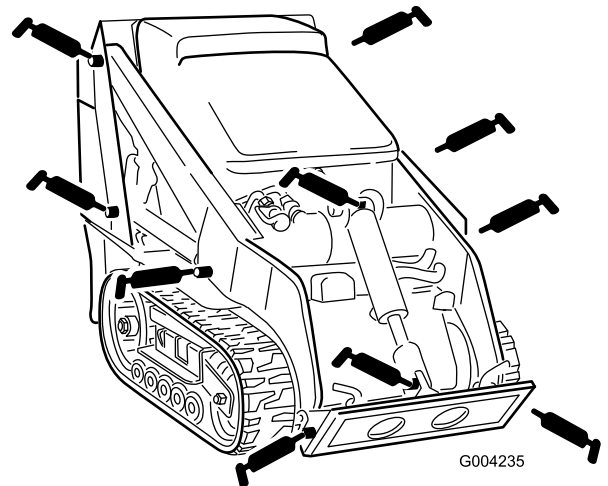

Figura 28
4. Conecte una pistola de engrasar a cada punto de engrase (Figura 28 y Figura 29).